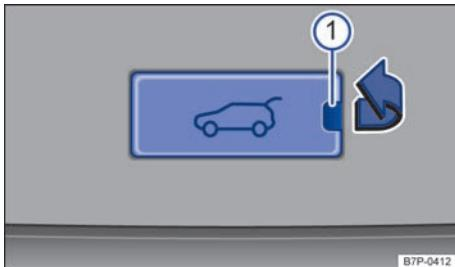

图 255 从行李箱中：盖板在尾门内衬下部区域中间
⇒ 图 255。为此将合适的工具（如扁薄的螺丝刀）插入盖板凹槽中 ①。